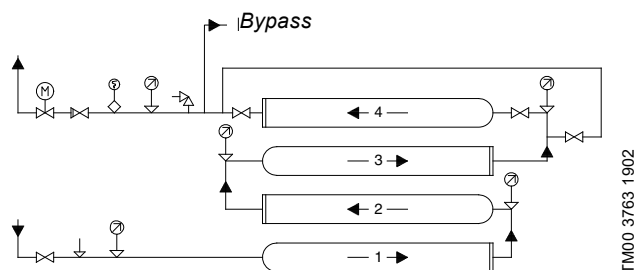

Fig. 9 Sistema de aumento de presión con cuatro módulos conectados en serie con *bypass*, montados uno encima del otro
- En el caso de los módulos conectados en serie y equipados con un *bypass*, se recomienda conectar las tuberías como se muestra en la fig. 9.